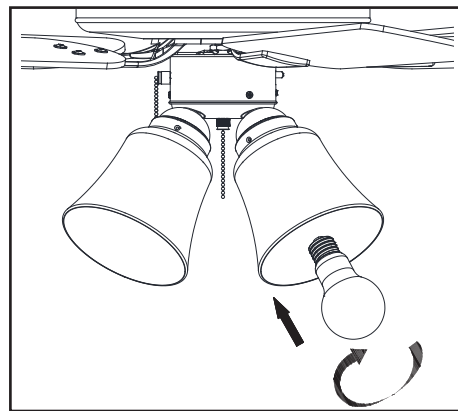

Figura 15
7. Con la electricidad desconectada, instala las cuatro bombillas LED (de 9 W como máximo; incluidas) en los portabombillas. (Figura 15)